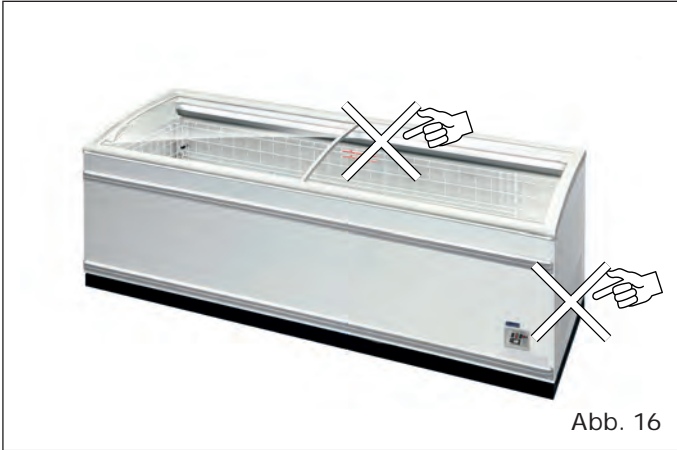

Abb. 16
- Die Waren nicht die Zirkulation der Kaltluft beeinträchtigen ("Abb. 16").